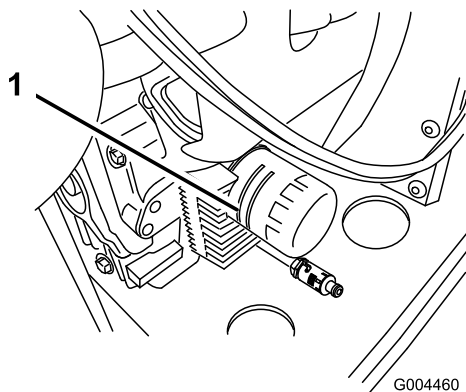

Figure 41
2. Déposez le filtre à huile usagé et essuyez la surface du joint de l'adaptateur (Figure 41).